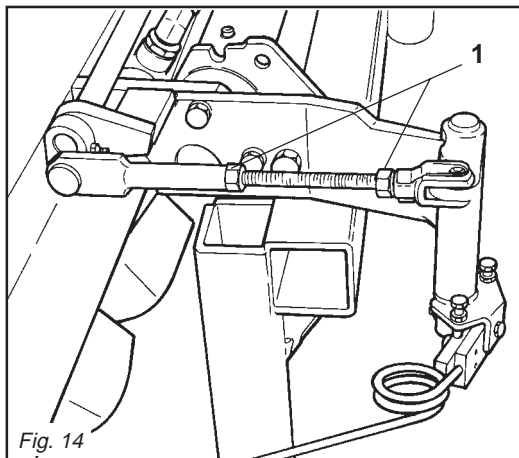

Fig. 14
ta tastatore (1 Fig. 14).
tastatore (1 Fig. 14).
holding the feeler (1 Fig. 14).*
ing pin (1 Fig. 14).*
- Die Muttern (1Abb. 14) der Gewinde-
- Die Befestigungsmuttern (1 Abb. 14)
porte-palpeur (1 Fig. 14).*
palpeur (1 Fig. 14).*